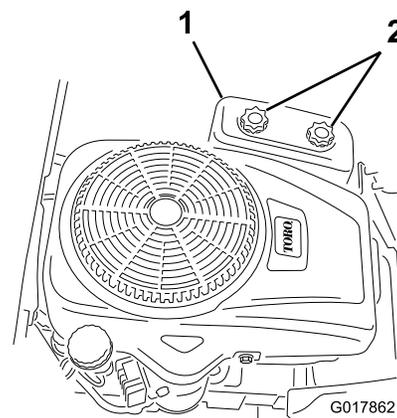

Рисунок 18
3. Снимите крышку воздухоочистителя, отвернув две ручки (Рисунок 18).
4. Установите крышку воздухоочистителя и затяните две ручки (Рисунок 18).